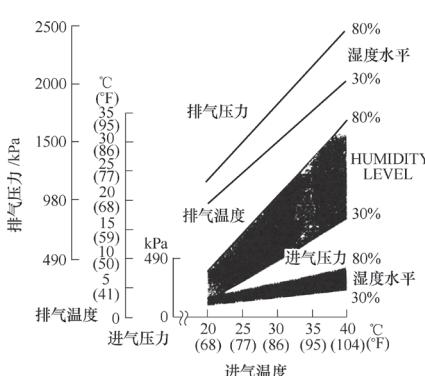
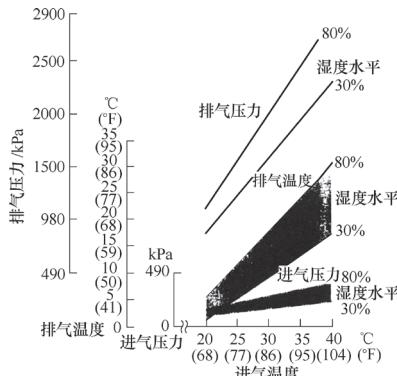

图 5-155 L4 发动机空调系统
图 5-156 V6 发动机空调系统
- ①避免阳光直射。
- ②打开发动机舱盖。
- ③打开前门。
- ④把温度控制调到 MAX COOL 位置，把模式控制开关调到通风，把再循环控制开关转到再循环位置。打开 A/C 开关，将风扇开关转到 MAX 位置。
- ⑤让发动机以 1500r/min 转速运转。
- ⑥车辆内不得有驾驶人和乘客。
- 7) 完成如图 5-155 (L4 发动机型) 和图 5-156 (V6 发动机型) 所示的图表。